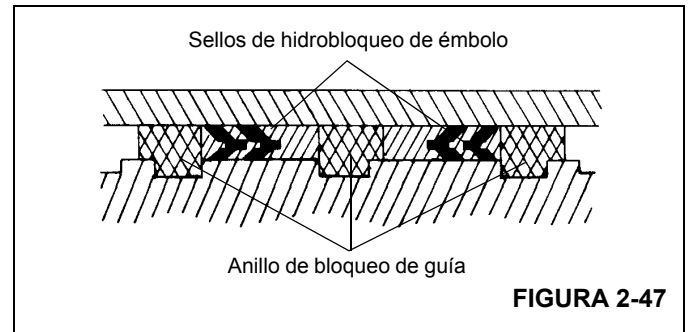

FIGURA 2-47
9. Instale los anillos de bloqueo de guía y los sellos de hidrobloqueo en la parte exterior del émbolo (vea la Figura 2-47).